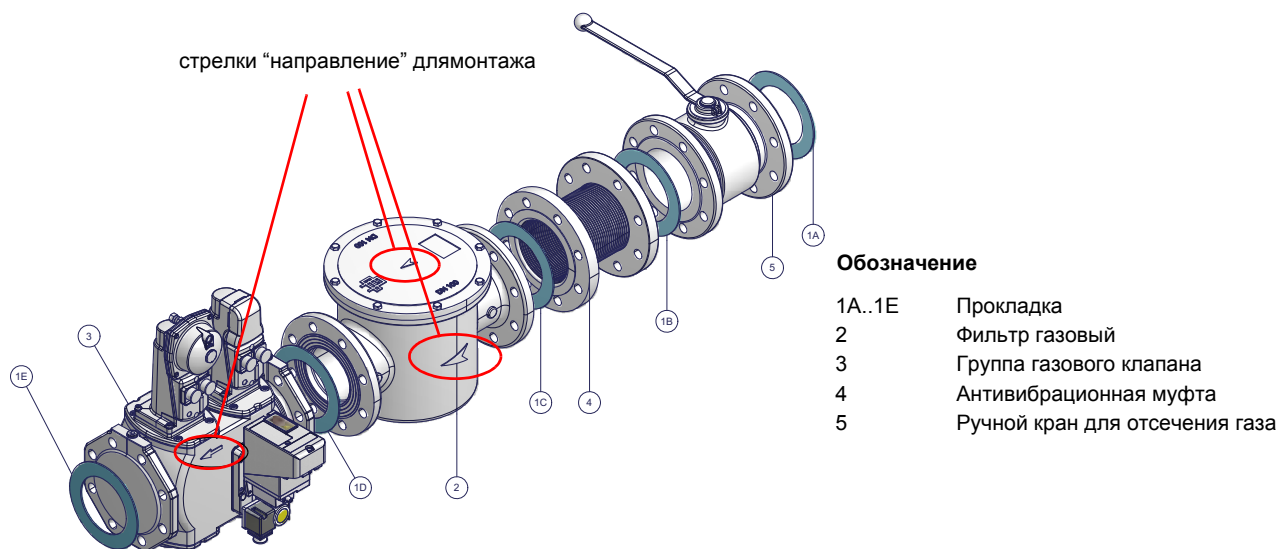

Рис. 2 - Пример газовой раампы
- 1 - б) при фланцевых соединениях: между соседними компонентами устанавливать прокладку (1A..1E - Рис. 2), совместимую с используемым газом,
ВНИМАНИЕ: после монтажа газовой раампы согласно схеме на Рис. 2, необходимо провести тестирование на герметичность газового контура, согласно требований действующих нормативов.
ВНИМАНИЕ: после монтажа газовой рапы согласно схеме на Рис. 2, необходимо провести тестирование на герметичность газового контура, согласно требований действующих нормативов.
- 1 - б) при фланцевых соединениях: между соседними компонентами устанавливать прокладку (1А..1Е - Рис. 2), совместимую с используемым газом,
ВНИМАНИЕ: после монтажа газовой рампы согласно схеме на Рис. 2, необходимо провести тестирование на герметичность газового контура, согласно требований действующих нормативов.